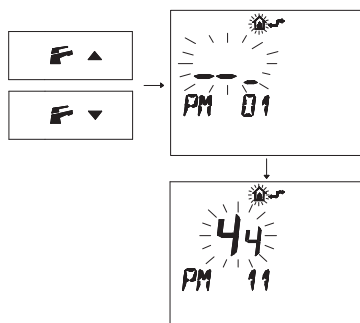

Figura 5.87
- Premere i pulsanti o per visualizzare la programmazione "**PM11**" della postcircolazione pompa (Figura 5.87).